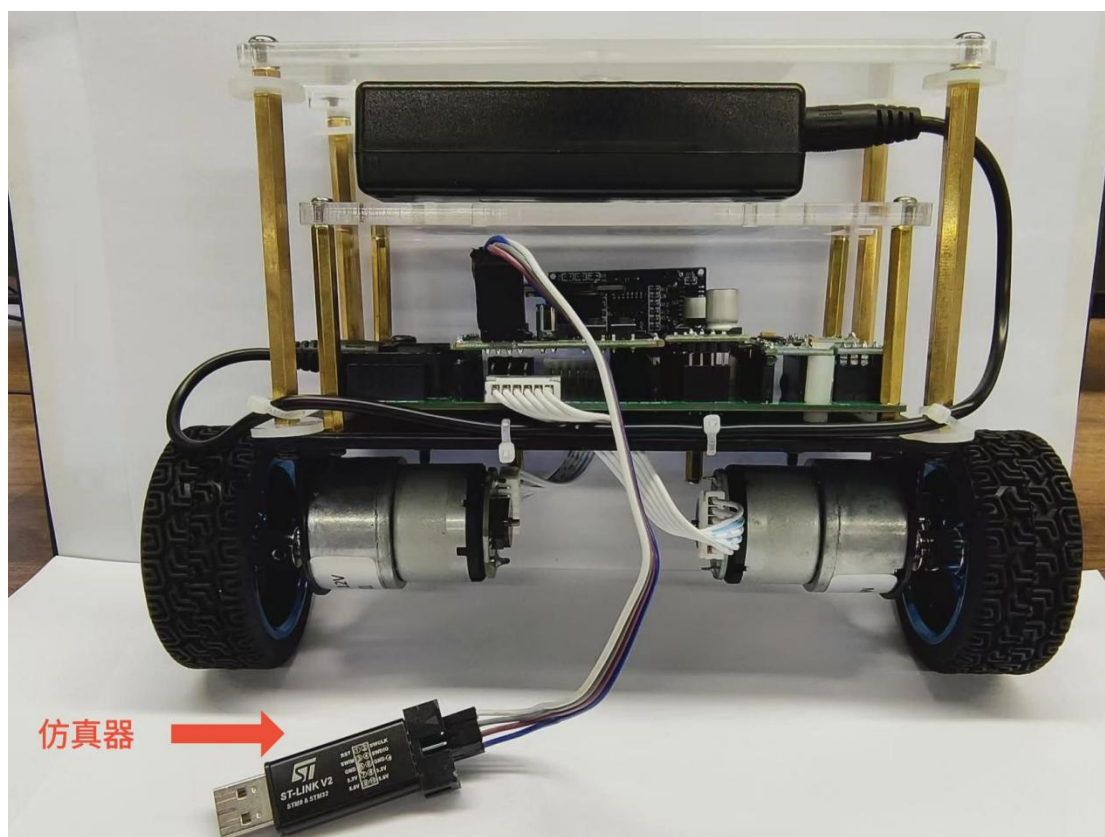

图 1
- 2, 用产品配送的 4 pin 杜邦线一端与 ST-LINK V2 仿真器连接, 另一端与小车连接 (参照小车和仿真器上丝印提示), 仿真器与电脑 usb 接口相连接, 如图 1 所示, 打开电源供电;